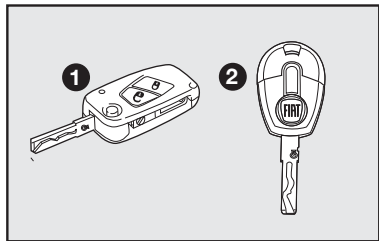

fig. 1
## CHAVES - fig. 1
Com o veículo são entregues, conforme versão, uma chave **1-fig. 1** ou duas chaves **2-fig. 1**.
As chaves **1** ou **2-fig. 1** de uso normal no veículo são usadas para:
- abertura/fechamento das portas por meio do controle remoto (chave **1-fig. 1**).
Para a chave **2-fig. 1** está prevista a predisposição para instalação de controle remoto.